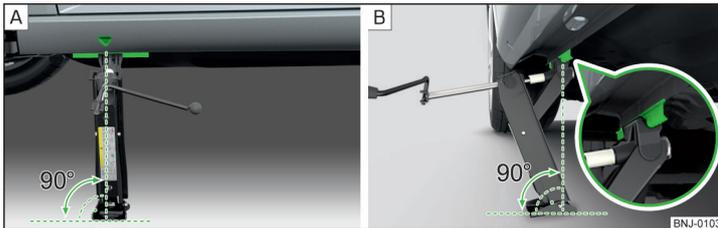

Abb. 163 Wagenheber ansetzen
- › Die Grundplatte des Wagenhebers mit ihrer gesamten Fläche auf einem geraden Untergrund abstützen und sicherstellen, dass sich der Heber in senkrechter Position zum Aufnahmepunkt befindet » Abb. 163 - [A].
- › Den Wagenheber unter dem Aufnahmepunkt mit der Kurbel so weit hoch drehen, bis seine Klaue den Steg umfasst » Abb. 163 - [B].